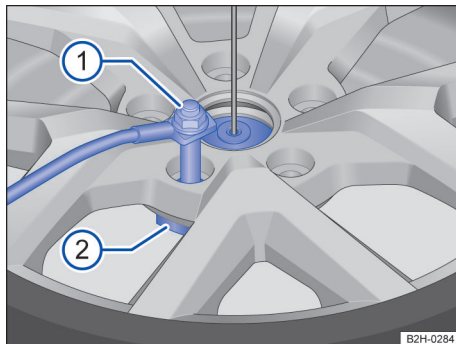

Fig. 209 Rueda de repuesto o de emergencia: colocar el tornillo de seguridad.
1. Girar el tornillo de seguridad → fig. 209 ① en el sentido horario en la placa de apoyo de la llanta.